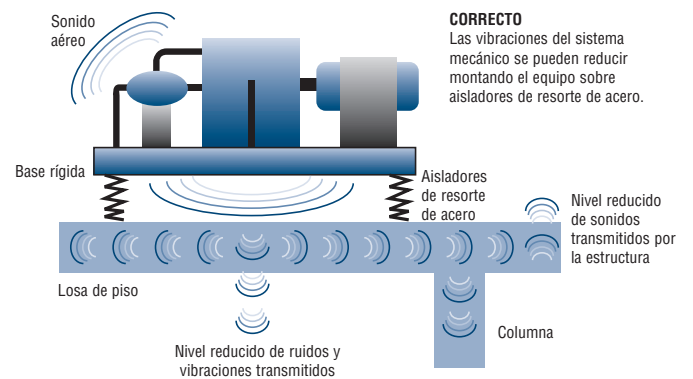

FIGURA 26
- Si las salas mecánicas del sistema de climatización están demasiado cercanas a su sala, la mejor solución es reubicarlas. Si eso no fuera posible, comuníquese con un profesional en acústica y determine qué tipo de aislantes sonoros pueden instalarse para solucionar el problema. A menudo, los aisladores de resorte y de neopreno pueden “desacoplar” los equipos de la estructura que los rodea (figura 26).